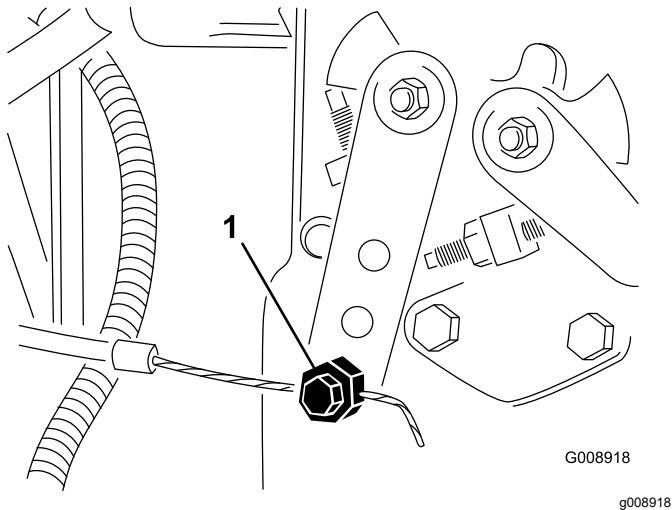

Figura 87
4. Allentate il raccordo del cavo dell'acceleratore sulla leva della pompa di iniezione (Figura 87).